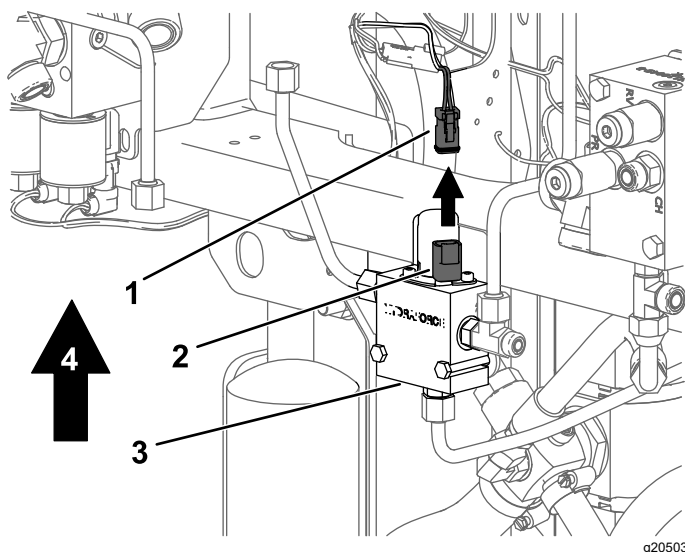

Figure 29
10. Débranchez la bobine du collecteur 3 voies (Figure 29).